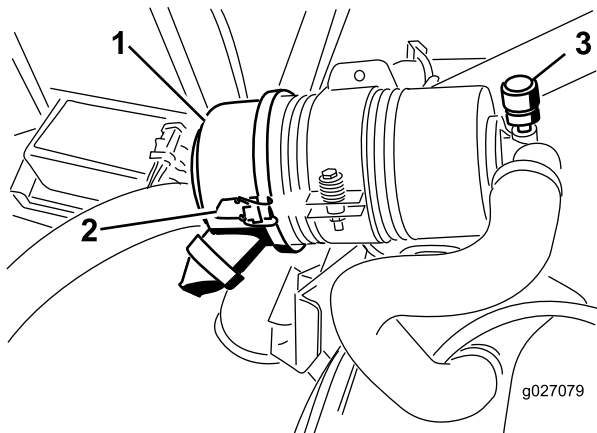

Figura 53
Faça a manutenção ao filtro de ar apenas quando o indicador de manutenção (Figura 53) o exigir. Mudar o filtro de ar antes de ser necessário apenas aumenta a possibilidade de entrar sujeira no motor quando retira o filtro.
1. Liberte os trincos que fixam a cobertura do filtro de ar ao respetivo corpo (Figura 53).